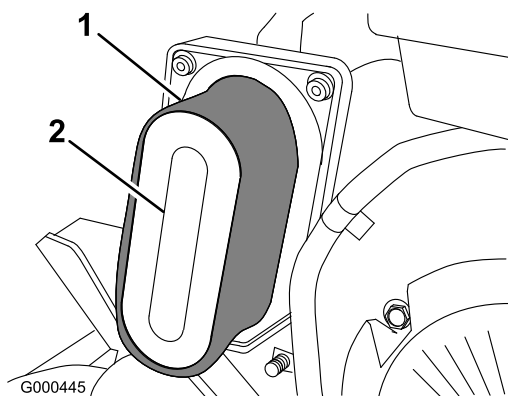

Figura 24
3. Si el elemento de gomaespuma está sucio, sepárelo del filtro de papel (Figura 24). Límpielo a fondo.